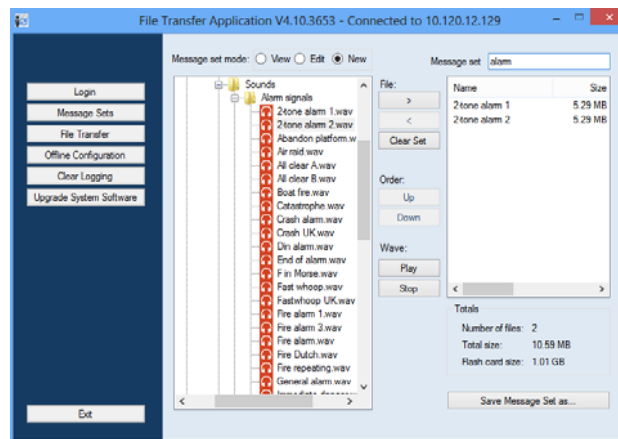

рисунок 45.9: Создание пакета сообщений
- В *File Transfer Application*, нажмите кнопку *Message Sets*. Отобразится экран, подобный экрану, изображенному на рисунок 45.9.